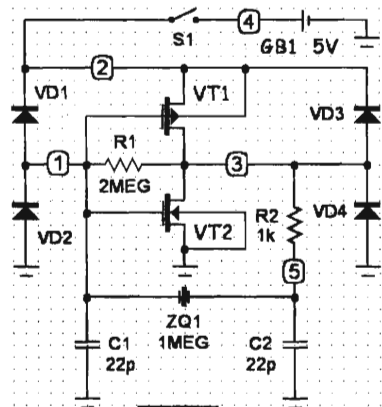

Рис.22
1. Создать новую схему: «Файл-Создать-Схемный файл (.cir)-Да». Расставить на поле элементы, как показано на рис. 22 и в табл. 2. Провести линии электрической связи, нажав пиктограммы «Ортогональный проводник» и «Резиновые проводники».
Фирмы-изготовители МК подробную электрическую схему генераторного узла в даташитах не рисуют. Исключение - фирма «Philips», которая в документе [7] привела схему, очень похожую на рис. 22. Чтобы понять, насколько она близка к реальности, следует включить последовательно с кварцевым ре-
В нестандартных схемах рекомендуется ставить резистор R2 (рис. 22). Экспериментируя с его сопротивлением, можно устранить выбросы на заднем и переднем фронтах, добиться максимально прямоугольной формы сигнала, запустить «слабые» кварцевые резона-
| Компоненты на рис. 22 | Частота кварцевого резонатора ZQ1 (параметр F0=) |               |            |              |             |             |
| Компоненты на рис. 22 | Частота керамического резонатора ZQ1 (параметр F0=) |             |            |            |